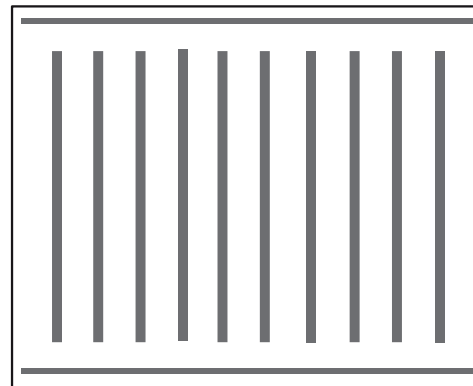

Ilustración 3
- 3) Comenzando en primer lugar con el panel posterior trasero inferior, aplique una gota de adhesivo de 1/4" (6mm) sobre el sustrato en tiras verticales espaciadas uniformemente cada 6" (152 mm) para cada panel de arriba hacia abajo. Aplique una fila de adhesivo en forma horizontal en los bordes superior e inferior del sustrato. (Ilustración 3)
- 5) Aplique una gota de adhesivo de 1/4" (6mm) sobre el sustrato en tiras verticales espaciadas uniformemente cada 6" (152 mm) para cada panel, de arriba hacia abajo. **(Ilustración 3)** Aplique una fila de adhesivo en forma horizontal en los bordes superior e inferior del sustrato. **(Ilustración 3)** Limpie el exceso de adhesivo con un trapo humedecido.